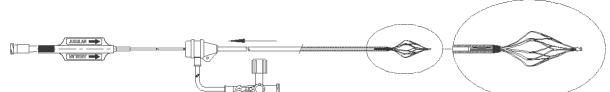

図 7
- (20) フィルターの拡張は、透視下で行う。(図 7) イントロデューサーからフィルターをリリース(又は拡張)する前に次の事項を確認する。
- (21) フィルター拡張時はオプチュレーターをしっかりと保持し、オプチュレーターの保持位置を固定したままシースを引く。(図 7)